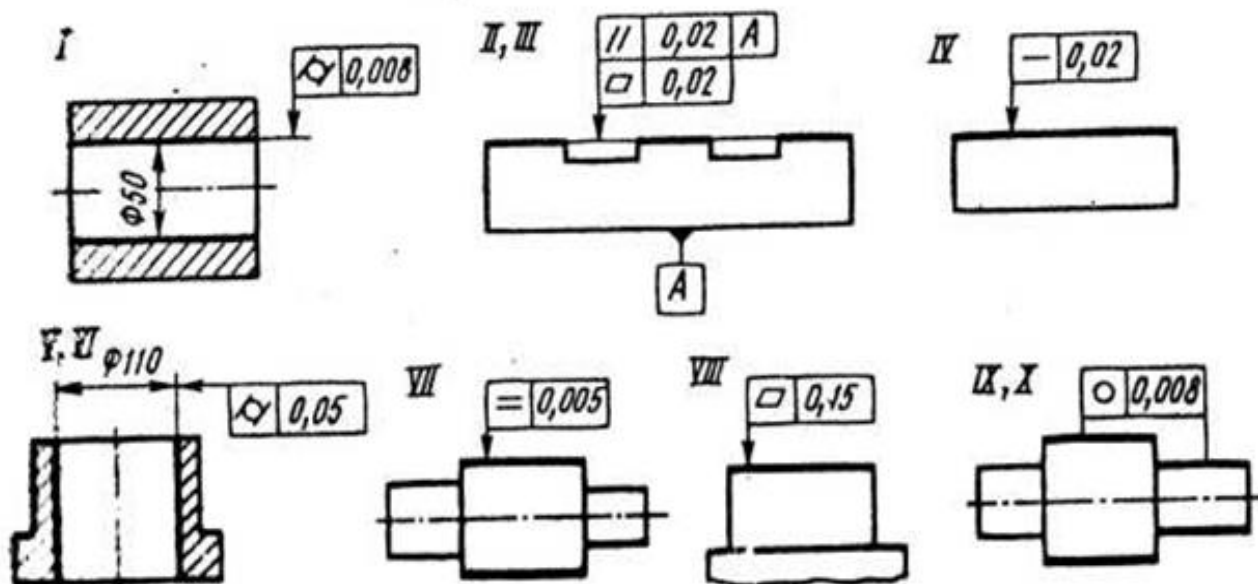

Рис. 2
**Задача 1.1.** На рис. 2 и в табл.1 указаны варианты поверхностей с допускаемыми отклонениями формы.